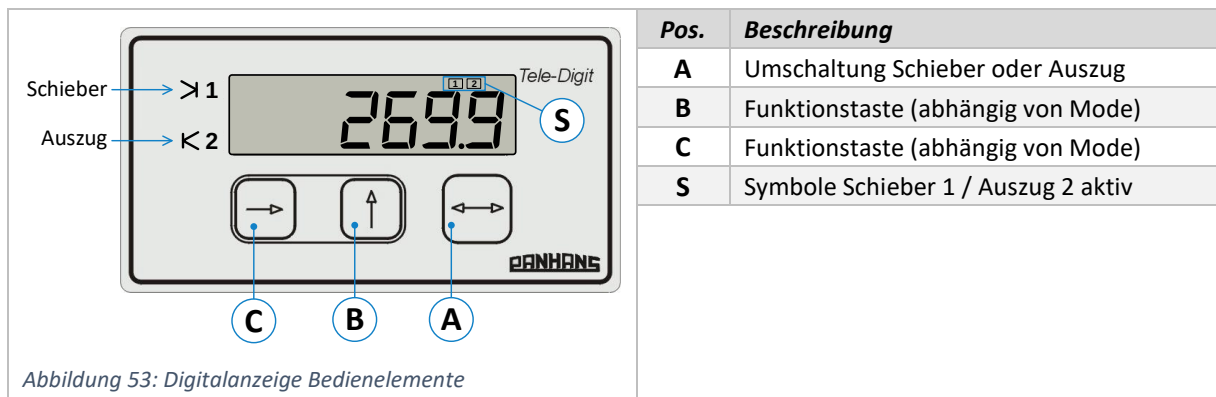

Abbildung 53: Digitalanzeige Bedienelemente
- Mit der Taste A (siehe ⇒ Abbildung 53) den „Schieber“ anwählen:
- Mit der Taste **A** (siehe ⇨ Abbildung 53) den „**Auszug**“ anwählen: